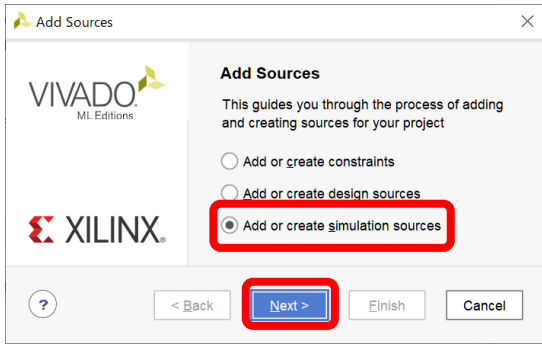

図 11.19 シミュレーションの手順 2
2) 「Add or create simulation sources」を選択する（図 11.19）。